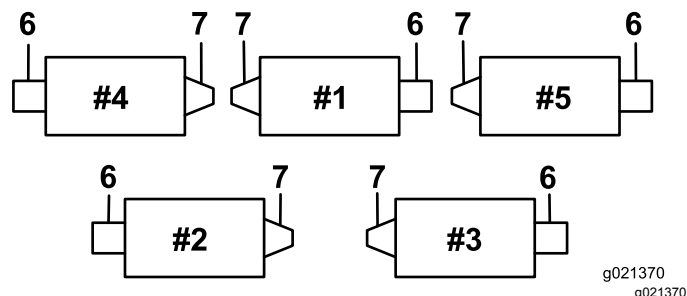
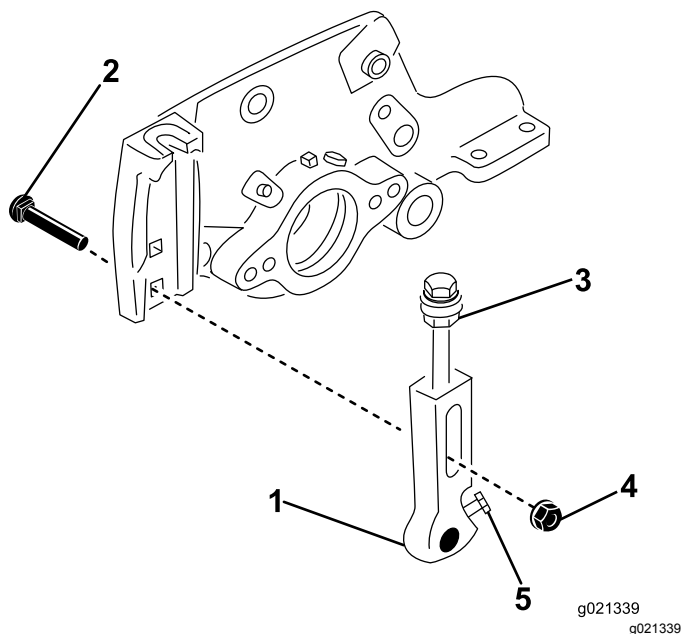
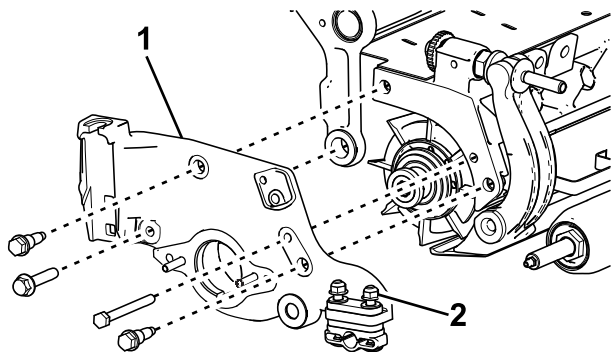

Figura 1
Figura 3
Figura 4
Todas as unidades de corte são expedidas com o contrapeso instalado na extremidade esquerda da unidade de corte. Utilize Figura 1 para determinar a posição da escova do rolo e motores do cilindro.
6. **Apenas para unidades de corte de 56 cm (n.º 2 e n.º 3 (Figura 1) do lado da escova do rolo).** Retire os suportes da altura de corte (Figura 3).
7. **Apenas para unidades de corte de 56 cm (n.º 2 e n.º 3 (Figura 1) do lado da escova do rolo).** Retire a placa lateral removendo qualquer ferragem no caminho e desapertando as porcas do grampo do rolo traseiro (Figura 4).
8. **Apenas para unidades de corte de 56 cm (n.º 2 e n.º 3 (Figura 1) do lado da escova do rolo).** Retire os parafusos da placa lateral.
9. **Apenas para unidades de corte de 56 cm (n.º 2 e n.º 3 (Figura 1) do lado da escova do rolo).** Instale a placa lateral e suporte da altura de corte na unidade de corte.
Nota: Os insertos roscados do lado esquerdo encontram-se nas unidades de corte n.º 1, n.º 3 e n.º 5 (Figura 1).